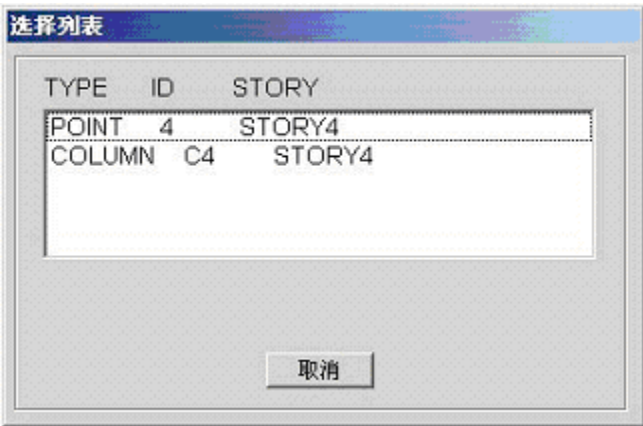

图 6-1 选择列表对话框
- **按住 Ctrl 键并点击鼠标左键：**按下键盘上的 Ctrl 键并在点、线或面对象上点击左键一次。将弹出类似于图 6-1 所示的选择列表对话框，用于确认存在于该点上的对象。通过把鼠标指针移动到想要对象的上面并点击左键，可选择想要的对象。